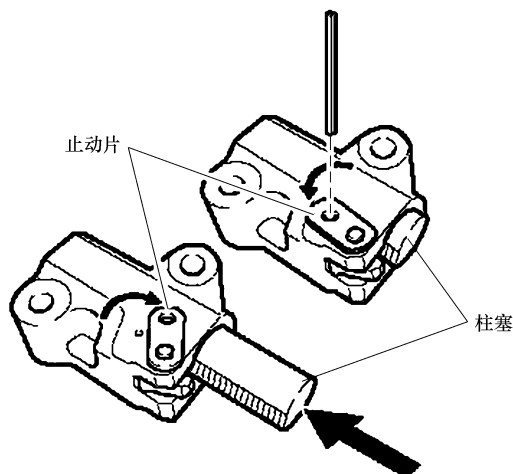

图 24-61 止动片和柱塞识别
④ 把曲轴正时齿轮安装到曲轴上。
⑤ 把 3 号凸轮轴的定位销与凸轮轴正时齿轮上的定位孔对齐并插入销子。
⑥ 利用 4 号凸轮轴的六角部位,把 4 号凸轮轴的定位销与凸轮轴正时齿轮上的定位孔对齐并插入销子。
⑦ 从 2 号正时链条张紧器上拆下销子。
① 按照图 24-61 所示,向上推动止动片,解除锁定,把柱塞压入正时链条张紧器中。